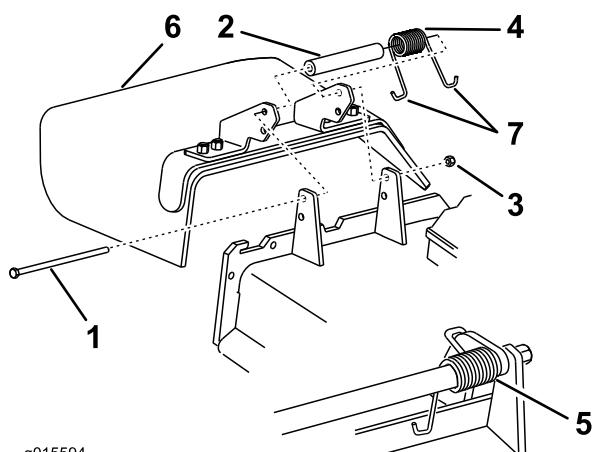

Figura 81
Nota: Asegúrese de colocar un extremo en J del muelle detrás del reborde de la carcasa antes de instalar el perno, según se muestra en Figura 81.
3. Instale el perno y la tuerca. Coloque un extremo en J del muelle alrededor del deflector de hierba (Figura 81).
1. Retire la contratuerca, el perno, el muelle y el espaciador que sujetan el deflector a los soportes de pivote (Figura 81). Retire el deflector de hierba dañado o desgastado.